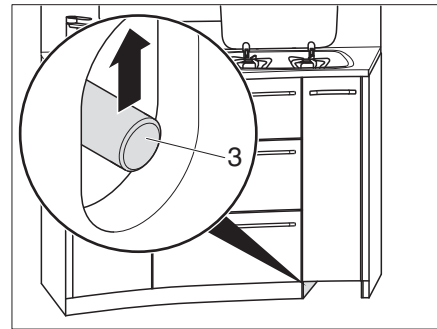

Bild 129 Küchenschubladen entriegeln
- Schubstange (Bild 129,3) nach oben schieben.